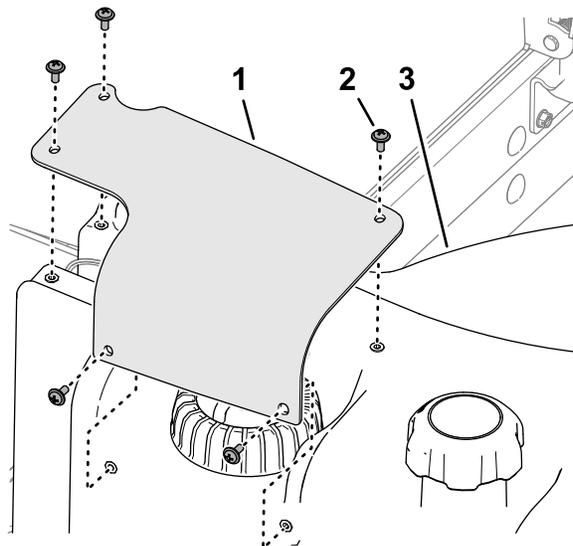

图 86
2. 拆下将燃油发送器盖固定到油箱的 5 个十字头螺丝，然后拆下盖子（图 86）。